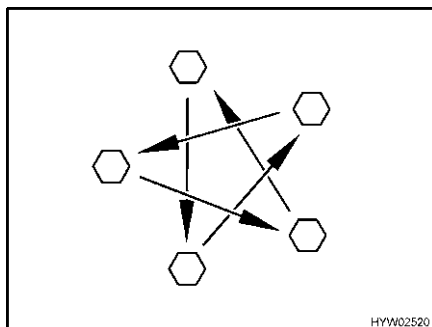

Fig. 110 Serrare a croce i dadi o i bulloni delle ruote
- Controllare regolarmente il serraggio dei dadi o dei bulloni. Regolare a croce (Fig. 110) il serraggio dei dadi o dei bulloni di una ruota sostituita dopo circa 50 km.
- ▷ Serrare a croce i dadi o i bulloni delle ruote (Fig. 110).